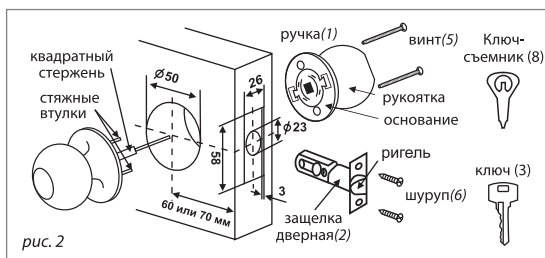
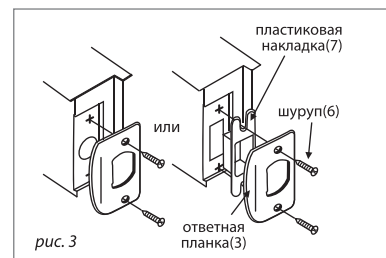
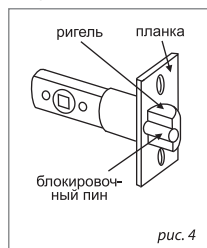

рис. 2
рис. 3
рис. 4
3. КОМПЛЕКТНОСТЬ (рис. 2), (рис. 3)
- 4.1. **Разметка двери.** Разметьте дверное полотно (рис. 2). Расстояние от торца двери до центра квадрата защелки дверной(2) в стандартных межкомнатных дверях — 60 мм, в стандартных входных дверях — 70 мм. Рекомендуемое расстояние от пола 1070 мм;
- 4.4. **Установка ответной планки.** Прикройте дверь и разметьте место под ответную планку(3), она должна находиться на одной высоте с защелкой дверной (2). Сделайте углубление в дверном коробе так, чтобы после установки поверхность ответной планки находилась на одном уровне с поверхностью дверного короба. Просверлите отверстие под ригель защелки дверной(2), или стамеской выберите место под пластиковую накладку(7) (рис. 3). Ригель дверной защелки должен входить на всю длину в ответную планку(3). Блокировочный пин (рис. 4) (только в модели с индексом 01) не должен входить в ответную планку, он остается частично утопленным в тело защелки дверной(2), что позволит избежать отжима ригеля тонким предметом. Закрепите ответную планку шурупами(6), входящими в комплект (рис. 3);